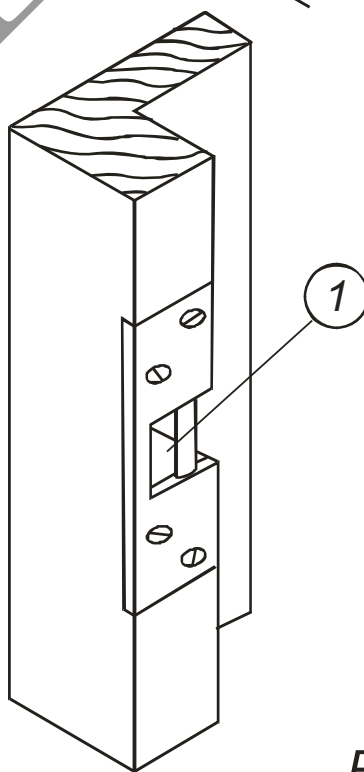

Рис. 20
**6.2.7.** Установите узкую запорную планку (рис. 1, позиция 5) в соответствии с рис. 18, 20, предварительно выбрав в дереве место для захода ригеля (рис. 20, позиция 1).